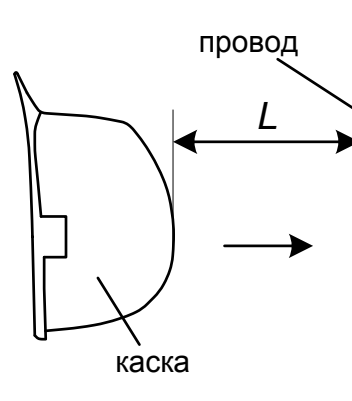

Рис. 2.
- Прикасаясь пальцем к контакту – заклепке 6, приблизить (рис. 2) каску к проводу. Сигнализатор должен сработать на расстоянии L не менее 0,3 м от провода.